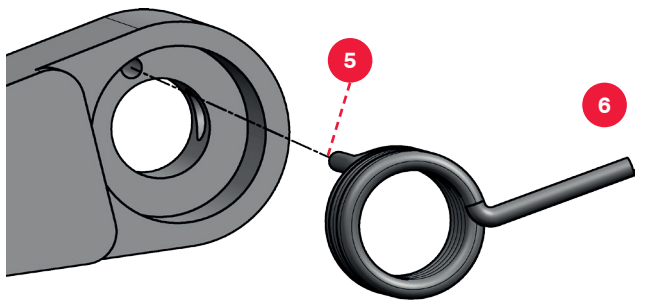

Bild 18
- Beim Einsetzen der Feder (4) in die Sicherungsfallenscheibe (1) muss der zur Achsrichtung parallel verlaufende Federschenkel (5) in die Bohrung im Inneren der Sicherungsfallenscheibe gesteckt werden (Bild 18).